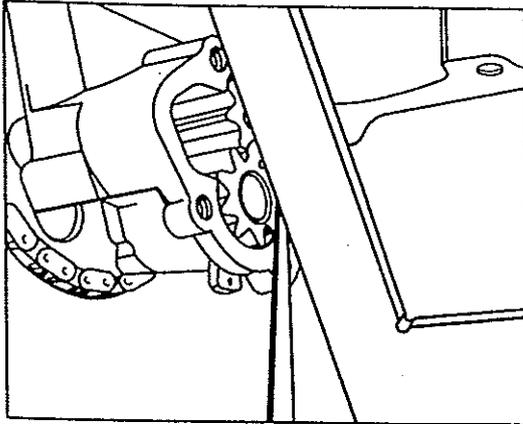

Bild 49: Axialspiel überprüfen
- Axialspiel überprüfen (siehe Bild 49)
- (12) Kombischraube
- (13) Rollenkette